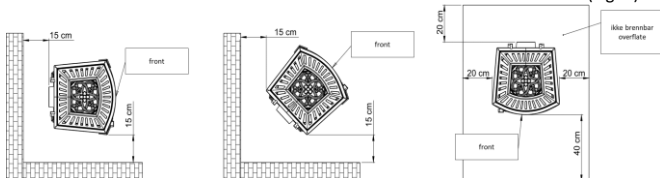

Fig.3. Trygge avstander fra ovnen til ikke-brennbare deler.
- Ovnens skal plasseres på et ubrennbart underlag, og min. 0,4 m fra ovnen og min 0,2 m målt fra sidene og baksiden av ovnen (Se Fig 3),
- anbefalt minsteavstand til IKKE-BRENNBARE deler er ikke mindre enn 15 cm (Fig. 3)